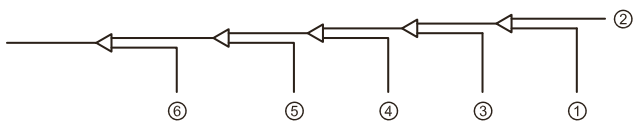

Рисунок 5.15
8. Промойте остальные отверстия таким же образом, последовательно двигаясь от внутреннего блока А к наружным блокам. См. рисунок 5.15.